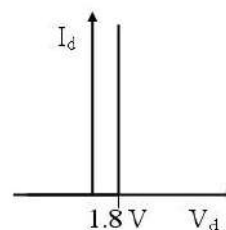

Fig. 4 – Caractéristique simplifiée de la LED rouge.
- La diode ayant une tension seuil de 1,8 V (fig. 4), déterminer la résistance série R à ajouter pour que le courant passant dans la diode soit de l'ordre de 2 mA lorsque V_e est de 6 V. Vérifier la bonne émission de lumière.